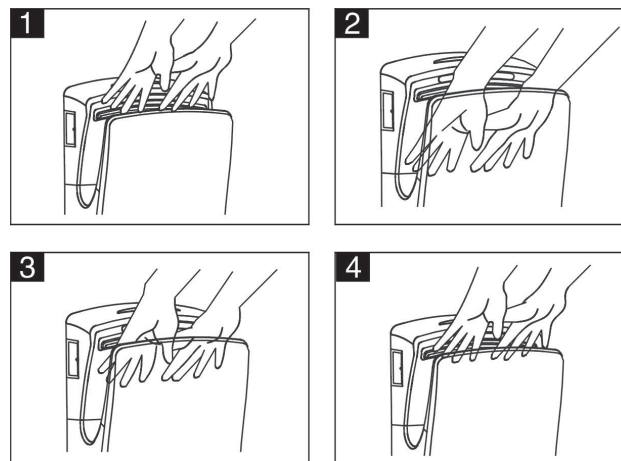

afb.4
7. Sluit het netsnoer aan op het klemmenblok waar aangegeven (zie afb. 4).